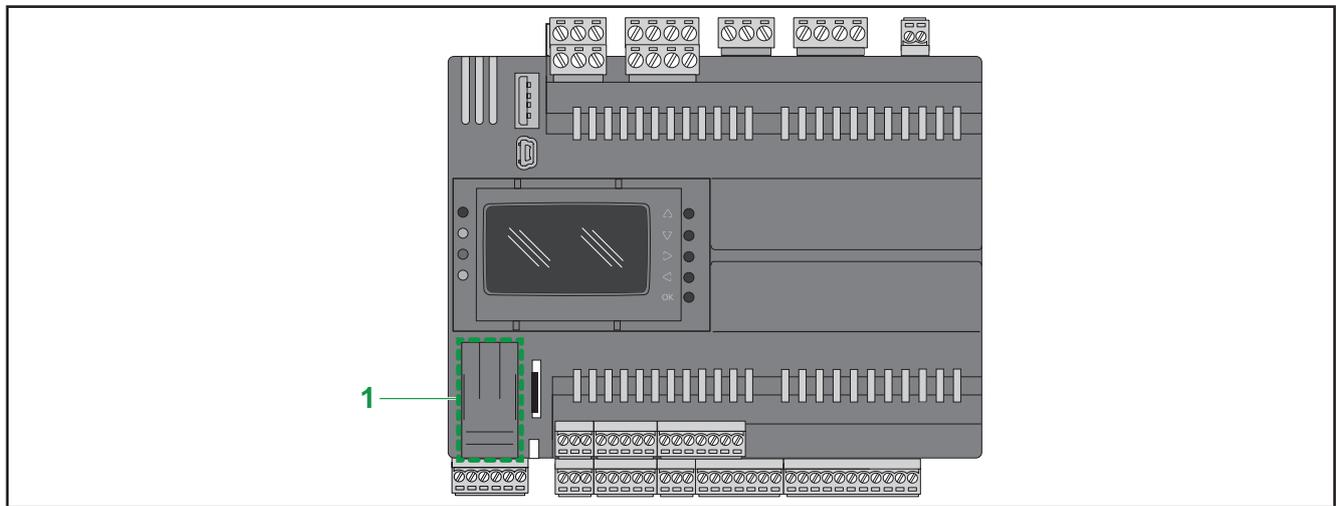

Рис. 50. EWCM 9000 PRO (HF): Карман батареек
Контроллер **EWCM 9000 PRO (HF)** имеет съемную дверку (см. указатель 1 на **Рис. 50 на странице 74**) расположенную в левой нижней части при фронтальном виде. Под крышкой располагается отсек батареек и 5-контактный разъем-вилка (резервный). Для замены батарейки обращайтесь в офисы техподдержки Eliwell.